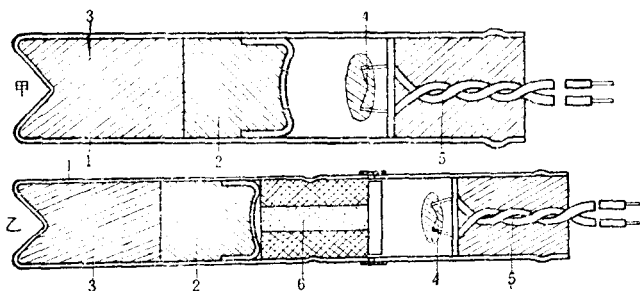

图 3 电雷管
**电雷管** 有瞬发雷管、延期雷管和毫秒雷管三种。瞬发雷管应用最普遍；延期雷管只能用在没有瓦斯或煤尘爆炸危险的岩巷掘进工作面；毫秒雷管也适用于岩巷掘进工作面，在有瓦斯或煤尘爆炸危险的煤巷掘进工作中的应用正在试验。瞬发雷管和延期雷管的构造与火雷管差别不大，不同的地方是电雷管里多了一个电光点火装置，如图 3 所示。